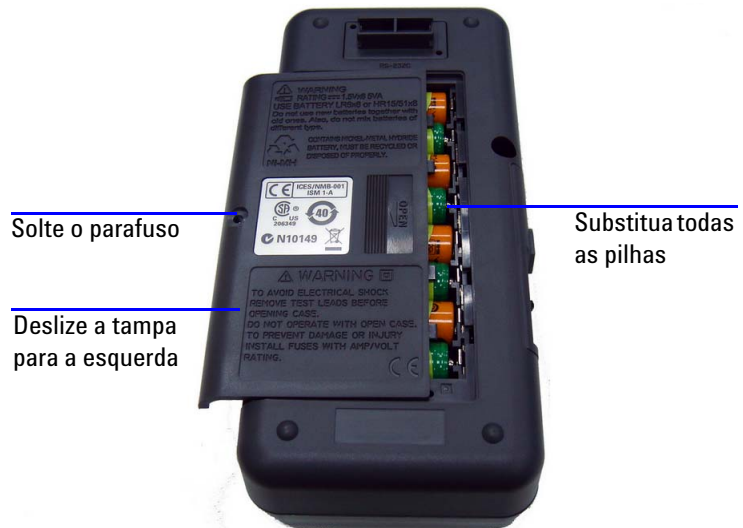

Figura 6-1 Substituição das pilhas
- 2 Deslize a tampa para a esquerda, puxe-a para cima e remova-a. Consulte a Figura 6-1.